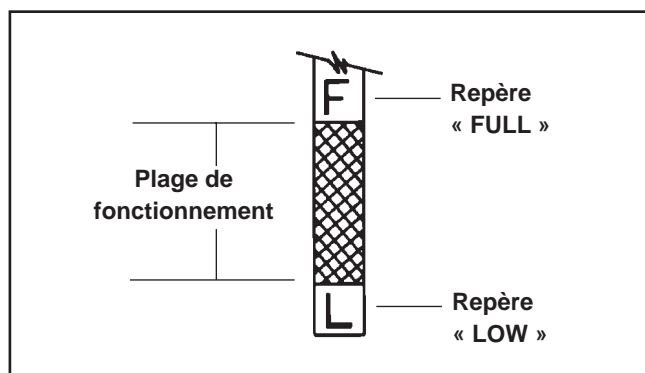

Figure 14. Jauge de niveau d'huile.
4. Retirez à nouveau la jauge et contrôlez le niveau d'huile. L'huile doit atteindre mais ne pas dépasser le repère F ou FULL sur la jauge. Voir la Figure 14.
4. Remplissez le carter d'huile neuve de type correct jusqu'au repère **FULL** sur la jauge. Voir la Figure 14. Contrôlez à nouveau le niveau avant d'ajouter plus d'huile. Ne vissez pas la jauge en place lors du contrôle du niveau d'huile.